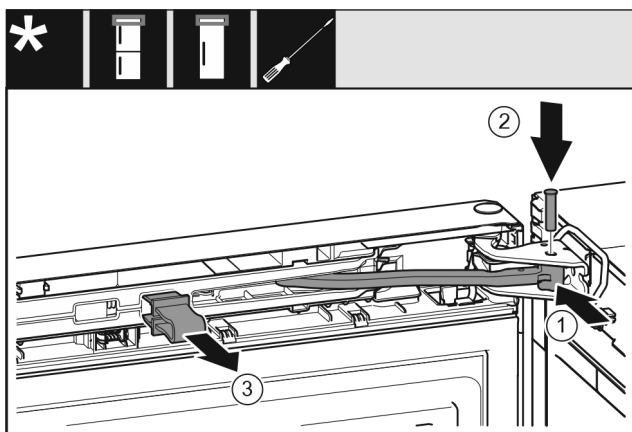

Fig. 45
- ▶ Okrenite zglob *Fig. 45 (1)* u podlošku ležaja.
- ▶ Umetnite svornjak *Fig. 45 (2)* u podložak ležaja i zglob. Pritom se pobrinite za to da uskočna izbočina ispravno leži u utoru.
- ▶ Skinite osigurač *Fig. 45 (3)*.